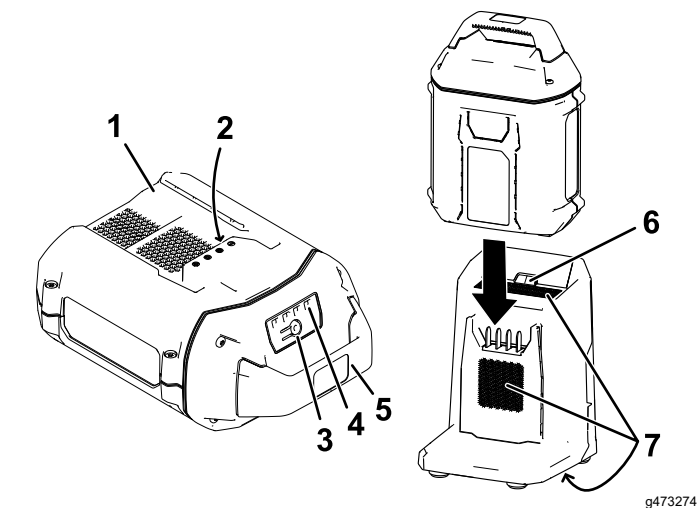

Figura 19
2. Alinhe a cavity na bateria (Figura 19) com o ressalto no carregador.
3. Deslize a bateria para o carregador até que fique totalmente encaixada (Figura 19).